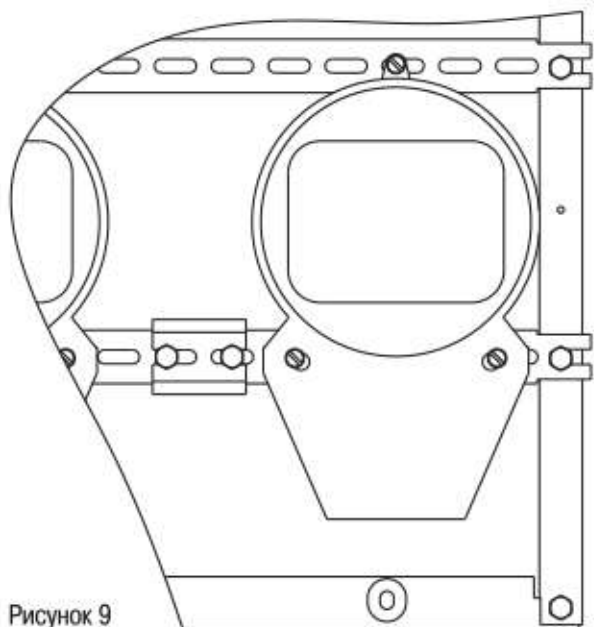

Рисунок 9
2.7 Закрепите на Планке, верхней или нижней относительно счётчика, Т-образную направляющую ТН 35-7,5 L=43,5 мм для установки выключателя нагрузки ВН-32 с помощью болтов M6x14 и гаек M6 (рисунок 9). Болтовое соединение согласно приложению 1.